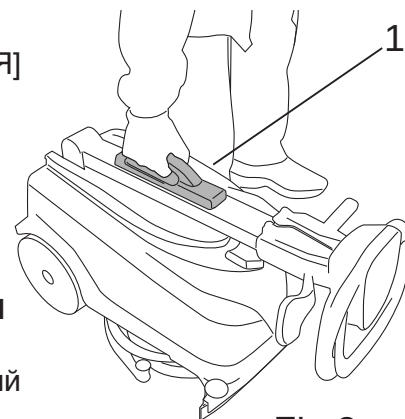

Fig.2
- Извлеките машину из упаковки, подняв ее за ручку (рис. 2 - поз. 1), и поставьте ее на пол.